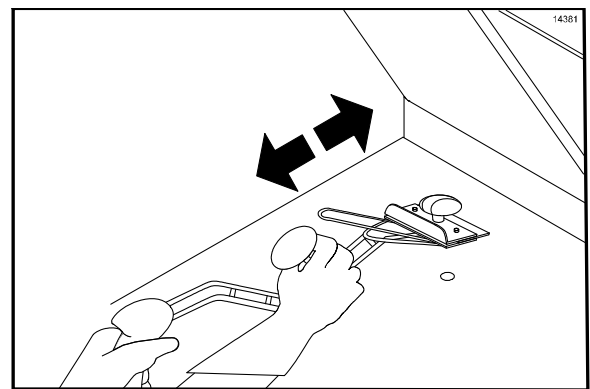

Abbildung 84
10. Die **untere** Grillfläche von vorne nach hinten mit dem Grillschaber abschaben. (Siehe Abbildung 84.)